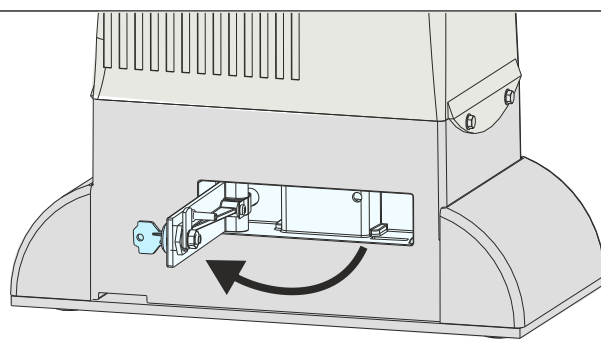

Abb. 35
- Den Entriegelungshebel bis zum Anschlag ziehen, ca. 90° - Abb. 35